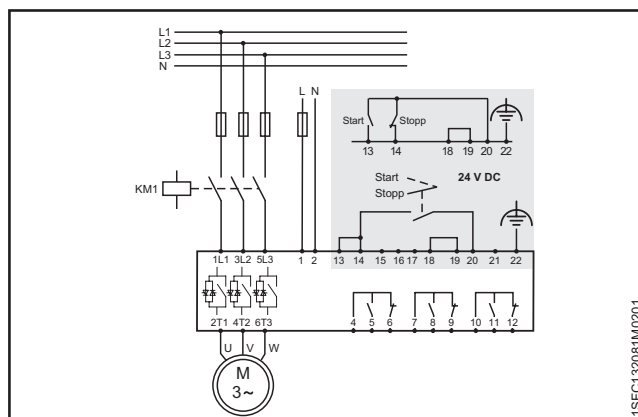

Abbildung 2.5
- Sehen Sie sich das Diagramm **Abbildung 2.5** an, und verbinden Sie die Start-/Stoppkreise: Klemme 13, 14, 18, 19 und 20/21 mit der Klemme für die interne 24-V-DC-Spannungsquelle. Wenn Sie die interne 24-V-DC-Spannungsquelle (Klemmen 20 oder 21) verwenden, müssen die Klemmen 18 und 19 miteinander verbunden sein. Für Informationen zur externen Steuerspannung siehe **5.1.2.3 Start und Stopp – Klemmen 13, 14, 18, 19, 20, 21**